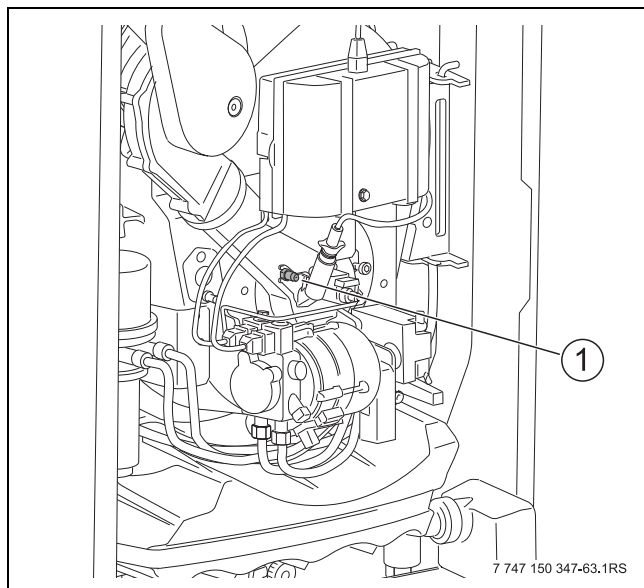

Bild 54 Statischen Gebläsedruck messen
- ▶ Druckmessstutzen (→ Bild 54, [1], Seite 35) für den statischen Gebläsedruck am Brennergehäuse öffnen.
- Messgerät für statischen Gebläsedruck am Druckmessstutzen (→ Bild 54, [1], Seite 35) des Brennergehäuses anschließen.